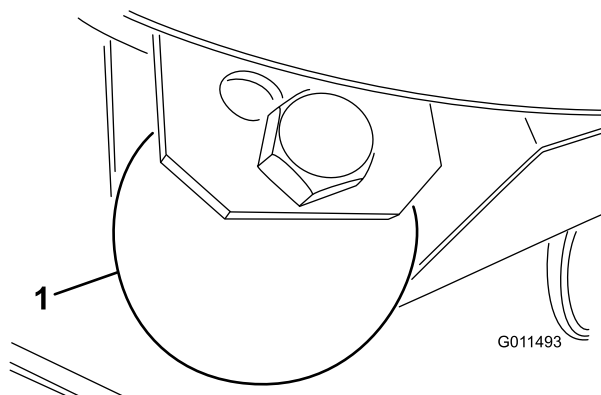

Figure 24
Pour régler les patins, enlevez les boulons à embase et les écrous, placez le patin à la position voulue et remettez les fixations en place (Figure 24).
1. Enlevez le boulon et l'écrou qui fixent la roue de jauge aux supports du plateau de coupe (Figure 24).